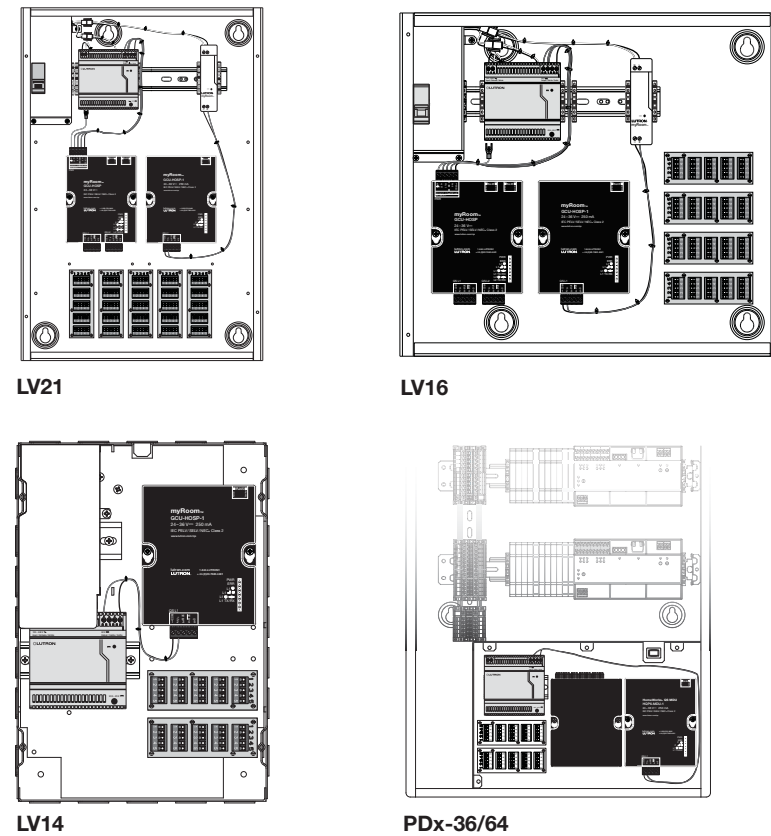

Figura 2: Cableado de la alimentación eléctrica
- 2. Conecte la alimentación eléctrica:** La unidad de control de cuartos de huéspedes se energiza desde la fuente de alimentación MQSPS-DH-1-30 o QSPS-DH-1-75. Conecte la unidad de control de habitación de huéspedes al suministro de alimentación eléctrica, como se indica en la Figura 2. El armés de cableado incluido con QSPS-DH-1-75-H tiene 4 conductores, uno NEGRO y tres ROJOS. El cable NEGRO se conecta a la clavija 1 (COM) y uno de los cables ROJOS se conecta a la clavija 2 (P) para alimentar la unidad de control de cuartos de huéspedes. Los otros dos cables pueden ser conectados a las clavijas 3 y 4 (L1 y L2), según sea que los enlaces configurables L1 y L2 requieran alimentación eléctrica. Aisle todo cable no utilizado. No se incluye un armés de cableado con MQSPS-DH-1-30 ni con QSPS-DH-1-75. Use cables de 0,2 mm² a 2,5 mm² (24 AWG a 12 AWG) para conectar la unidad de control de habitación de huésped al suministro de alimentación eléctrica.
- 3. Conecte el cable de tierra de la unidad de control de cuartos de huéspedes (GCU-HOSP únicamente):** Conecte el extremo previamente pelado del cable de tierra (incluido) al terminal 5 (⚡) del bloque de terminales PWR. Conecte el extremo en terminal de horquilla del cable al panel con el tornillo dentado incluido tal como se muestra en la sección LV21 de la **Figura 2**.